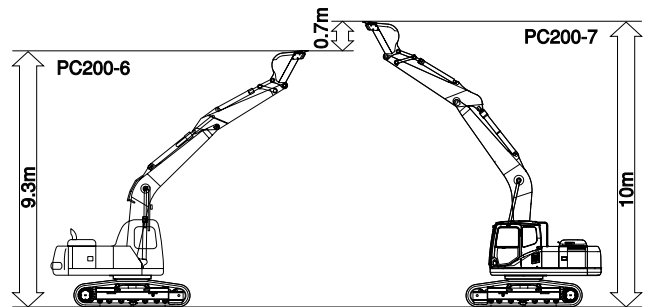

図6 最大掘削高さアップ
- (3) スピーディでパワフルな仕事を実現するために、バケット掘削力を10%向上し、バケット掘削スピードも更に17%向上して、「速度×力」で現れる掘削パワーを大きくした。アーム掘削力も11%向上して、6型から引き継いだここの一番で力が出るワンタッチ掘削力アップ機能も織り込んだ。
- (4) 作業効率の向上のため、安定性を6型比で15%アップし、掘削時の安定感と、吊り作業性を向上した。また、アタッチメント付きの作業などで、もう少し上まで届きたいとの要望にこたえて、最大掘削高さ10mを実現した。(図6)